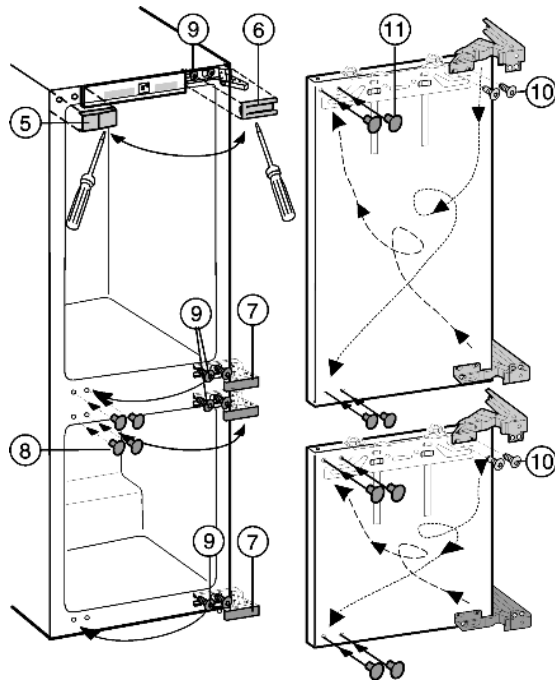

Fig. 4
- Soulever les caches Fig. 4 (5,6,7,8) avec un tournevis pour vis à fentes.
- Seulement desserrer les vis Fig. 4 (9) en haut et en bas au corps de l'appareil.
- Intervertir les vis Fig. 4 (9) sur le côté opposé et les visser provisoirement.
- Dévisser les vis Fig. 4 (10) et retourner la charnière en diagonale.
Les vis Fig. 4 (10) sont auto-taraudantes : Utiliser le tournevis à accu.
- Fermer les anciens Fig. 4 (11) trous de fixation avec les bouchons.
- Accrocher les portes dans les vis Fig. 4 (9) montées au préalable et serrer à fond les vis.
- Remettre en place tous les caches Fig. 4 (5,6,7,8).